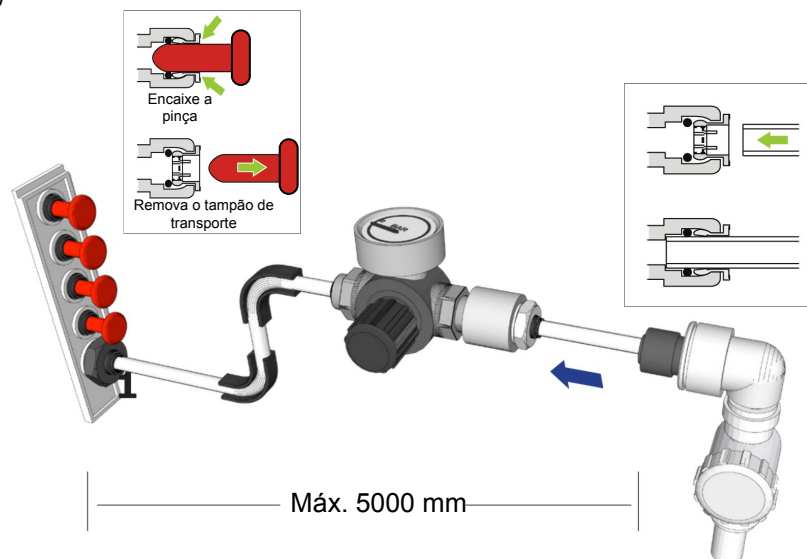

Fig. 1
3. LIGUE o tubo do regulador de pressão LA512 ao redutor de fluxo de 8 mm (abastecimento de água potável) (Fig. 1)